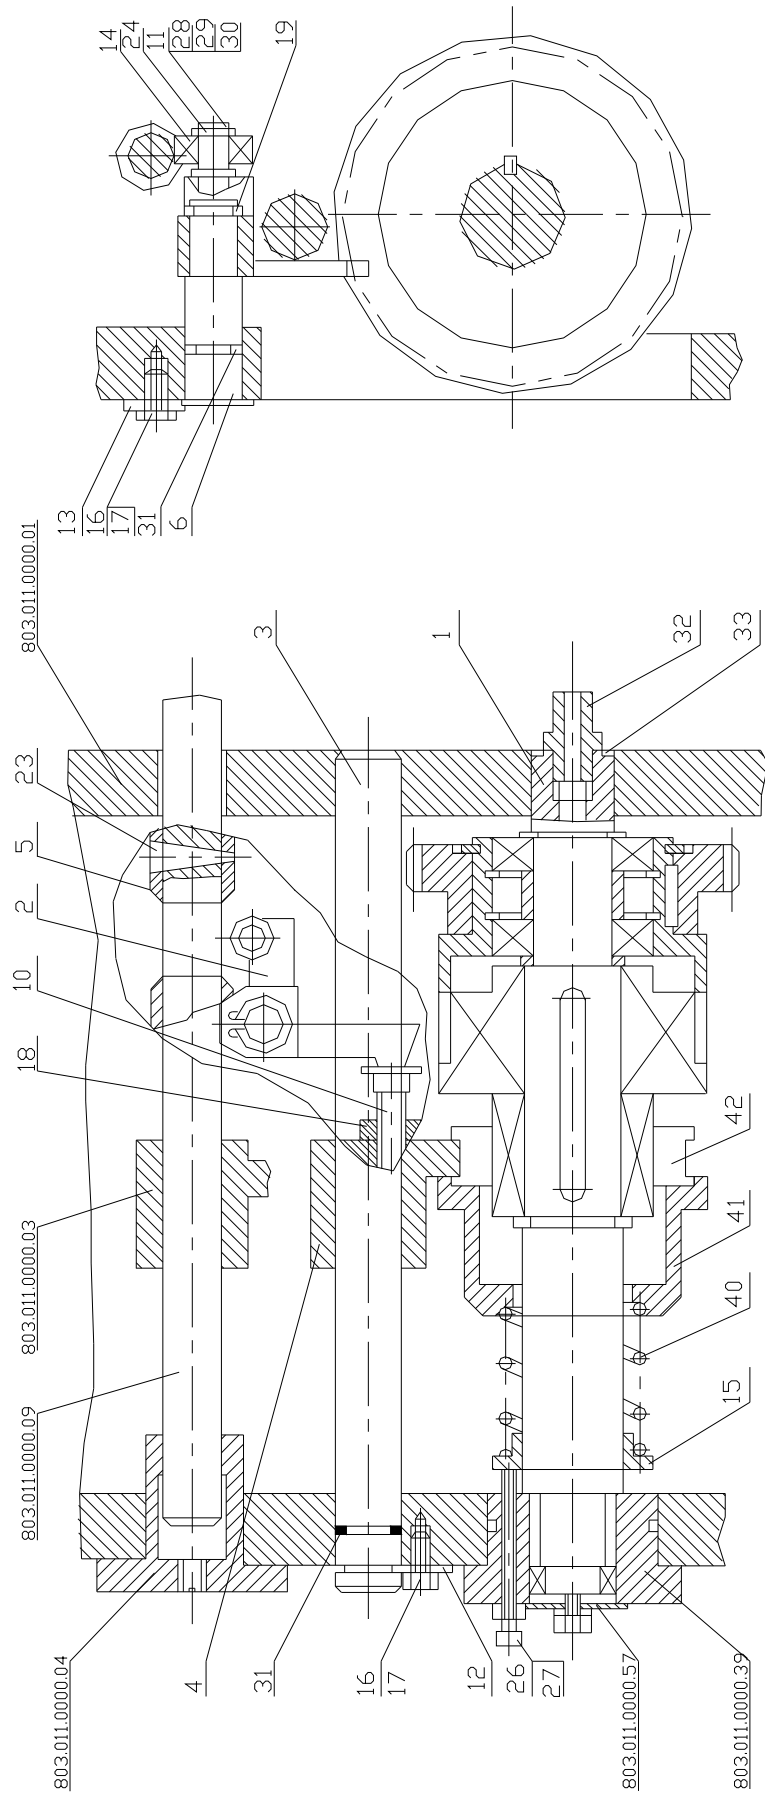

Рис.25
8.4.1.РЕГУЛИРОВАНИЕ МЕХАНИЧЕСКОГО ТОРМОЗА (Рис.25)